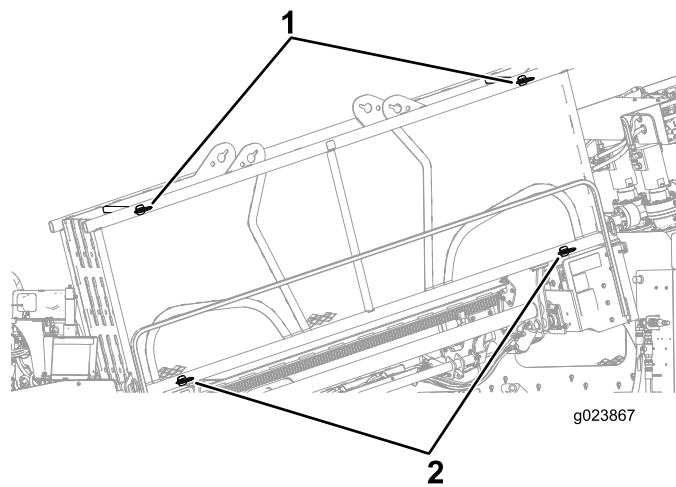

Рисунок 59
1. Убедитесь, что два верхних штифта и два нижних штифта установлены для фиксации трубы в держателе (Рисунок 59).